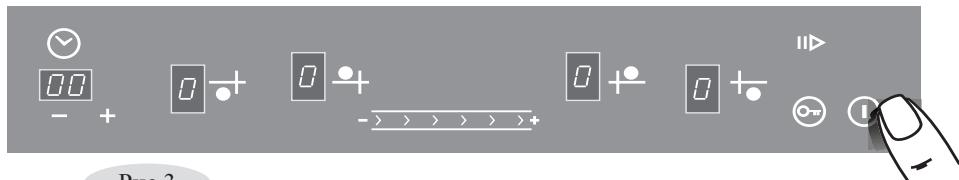

Рис.3
Коснуться зоны со знаком «①». Во всех окнах индикации конфорок загорится «0» (рис. 3). **ВНИМАНИЕ!** СЛЕДУЮЩУЮ КОМАНДУ НЕОБХОДИМО ЗАДАТЬ НЕ ПОЗДНЕЕ 10 СЕКУНД, В ПРОТИВНОМ СЛУЧАЕ ПРИБОР АВТОМАТИЧЕСКИ ОТКЛЮЧИТСЯ И ВКЛЮЧЕНИЕ ПРИДЕТСЯ ПОВТОРИТЬ.